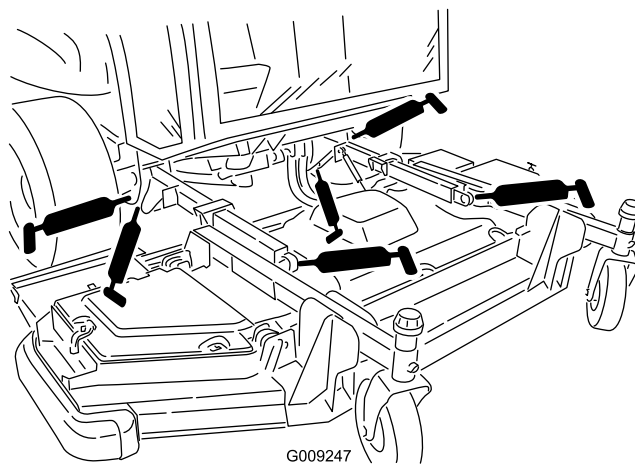

図 53
- 昇降アームのブッシュ2ヶ所 図 53
- 昇降アームのボールジョイント 2ヶ所 図 53
- 前デッキの昇降シリンダのピボット2ヶ所 図 53